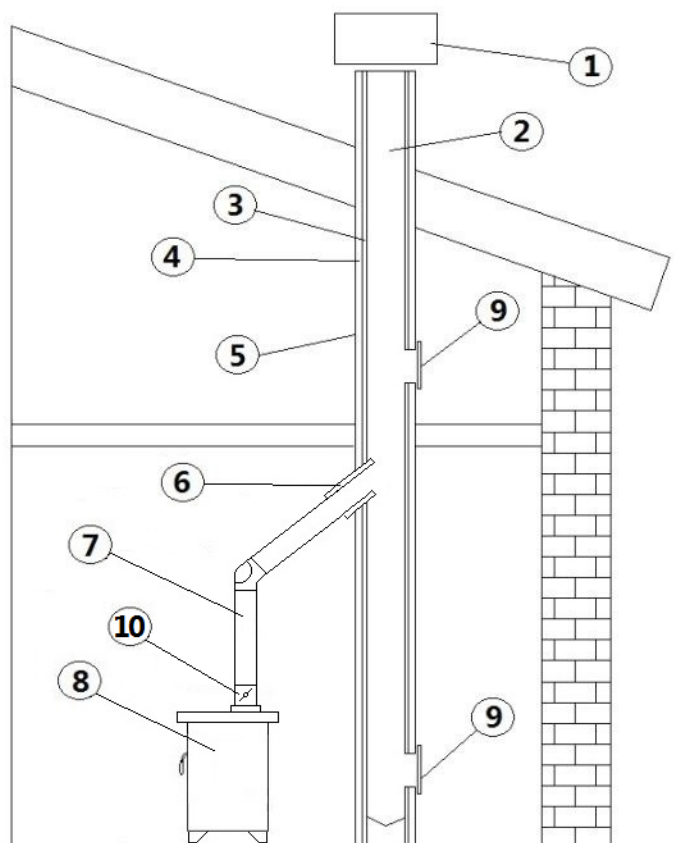

Fig. 4 - Composant de cheminée
- Il est conseillé de choisir une cheminée de type anti vent, voir **Fig. 4 à page 27**.
- Conduit de fumées extérieur réalisé exclusivement avec des tuyaux en inox isolés, c'est-à-dire avec une double paroi d'un diamètre minimum de Ø150 mm: l'ensemble doit bien être fixé au mur. Avec cheminée anti-vent (voir Fig. 4 à page 27).